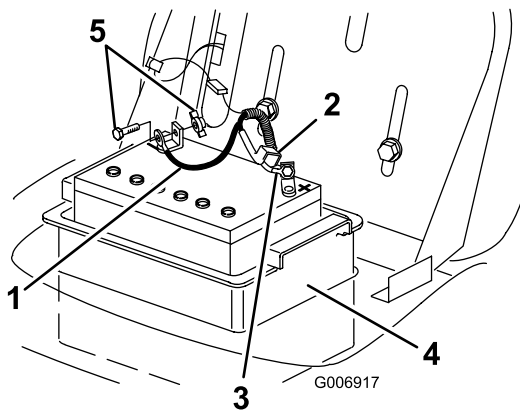

Figura 27
- Desconecte el cable negativo de tierra (negro) del borne de la batería (Figura 27).
5. Deslice hacia arriba la cubierta de goma del cable positivo (rojo). Desconecte el cable positivo (rojo) del borne de la batería (Figura 27).
6. Retire la caja de la batería y la batería del chasis (Figura 27).
1. Coloque la batería en la caja de la batería e instálela en el chasis (Figura 27).
2. Usando el perno, las arandelas y la tuerca, conecte el cable positivo (rojo) al borne positivo (+) de la batería (Figura 27).
4. Usando el perno y la tuerca de mariposa, conecte el cable negativo (negro) al borne negativo (-) de la batería (Figura 27).